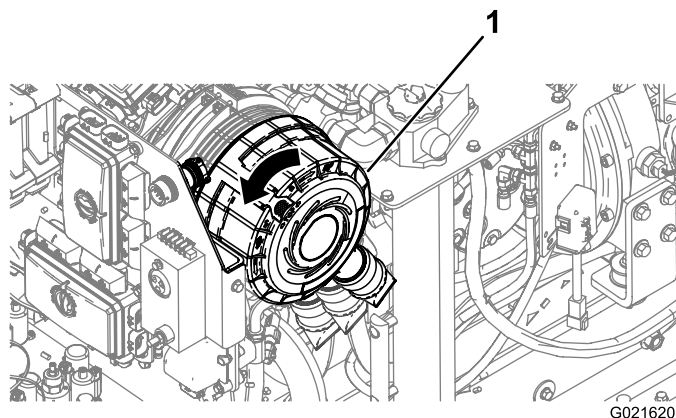

Figura 115
- Gire a tampa do filtro no sentido anti-horário até que o protetor de poeira esteja na posição de 4 horas (Figura 115).
- Gire a tampa do filtro do purificador de ar no sentido horário até que o protetor de poeira esteja na posição de 4 horas (Figura 115).
- Empurre o fecho na tampa do filtro do purificador de ar até assentá-lo completamente (Figura 115).